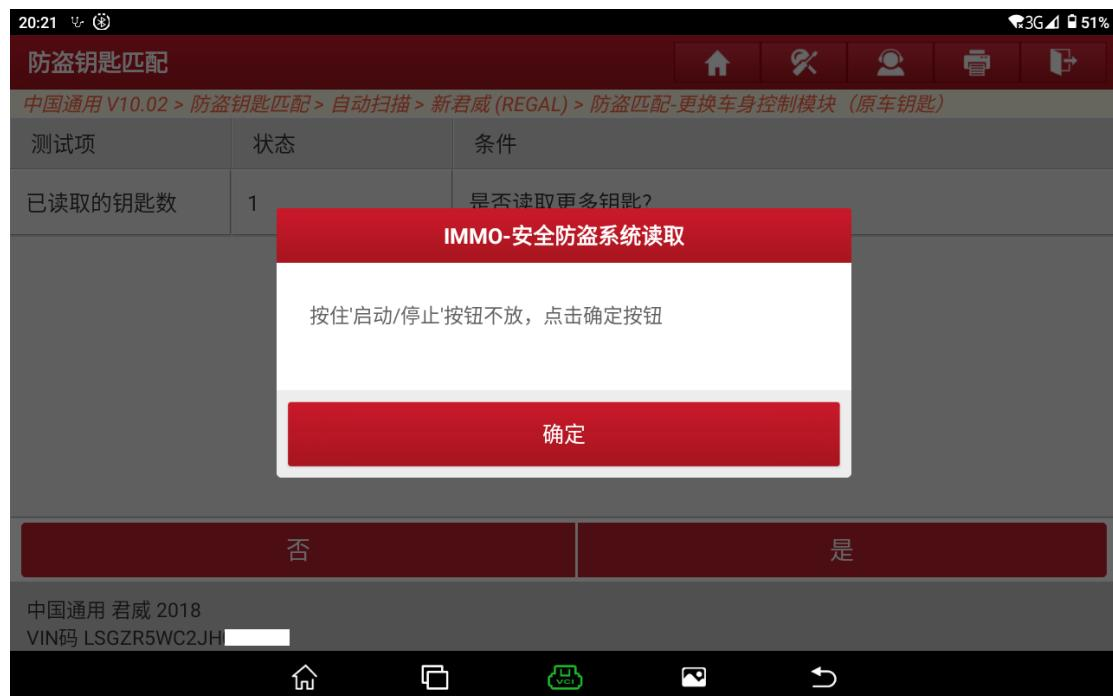

图 27
27. 按住启动/停止按钮不放，点击“确定”按钮，如图 27。